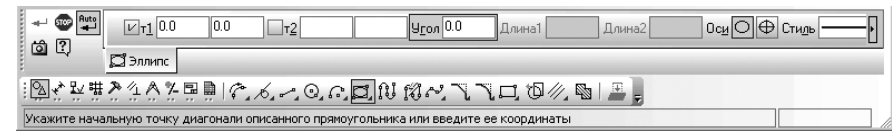

Рис. 8.114. **Панель свойств: Эллипс по диагонали прямоугольника, Компактная панель**, с нажатой кнопкой **Эллипс по диагонали прямоугольника** и строка сообщений
**Панель свойств: Эллипс по диагонали прямоугольника, Компактная панель** с нажатой кнопкой **Эллипс по диагонали прямоугольника** и строка сообщений показаны на рис. 8.114.